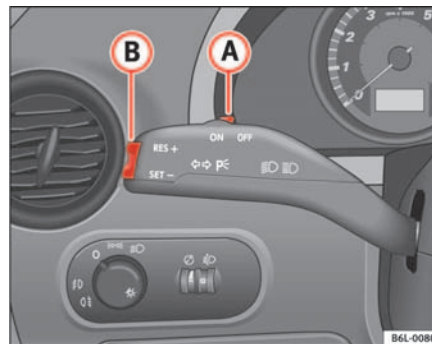

Abb. 100 Blinker- und Fernlichthebel: Schalter und Wippe für GRA
- Schieben Sie den Schalter ⇒ **Abb. 100** **(B)** nach links auf **ON**.